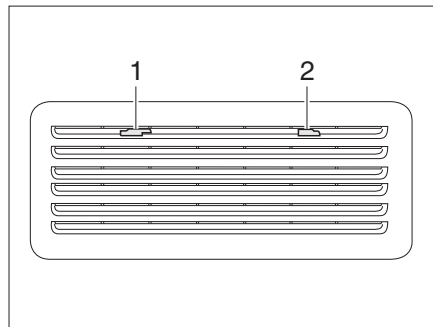

Fig. 243 Grille d'aération du réfrigérateur (Thetford)
- Pousser le dispositif de blocage (Fig. 243,1) vers le milieu.